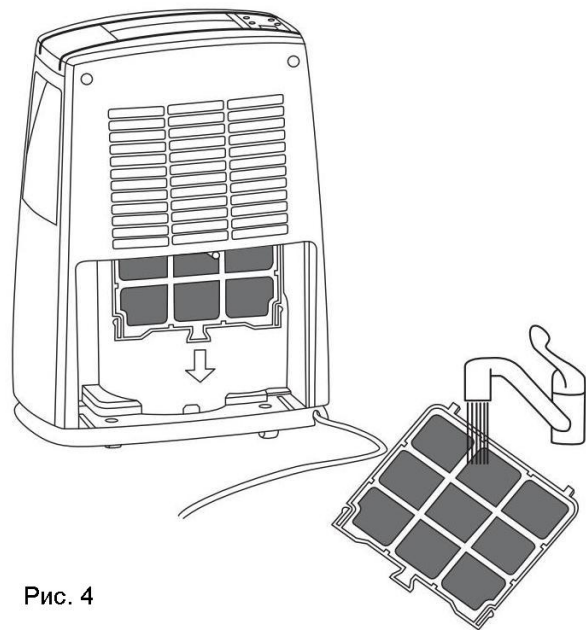

Рис. 4
- **Еженедельно** открывайте воздухозаборную решетку на задней панели прибора и извлекайте сетчатый фильтр движением вниз (рис. 4). Прополощите фильтр теплой мыльной водой и дайте ему высохнуть. Затем вставьте фильтр на место и закройте воздухозаборную решетку.